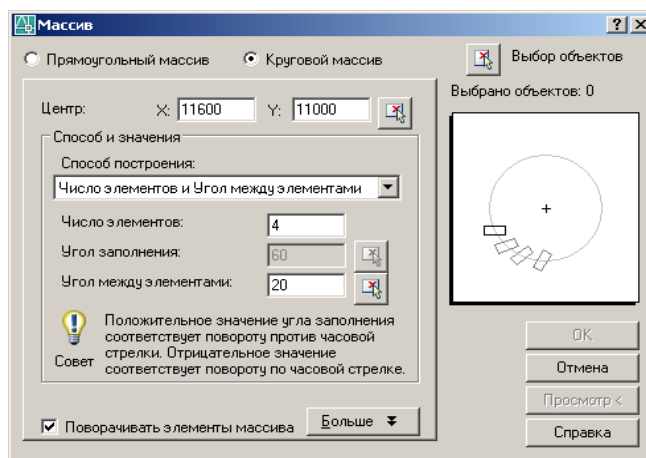

Рис.12.2.2. Окно диалога **Массив**
- В открывшемся окне диалога **Массив** (рис. 12.2.2) выполните следующие действия: